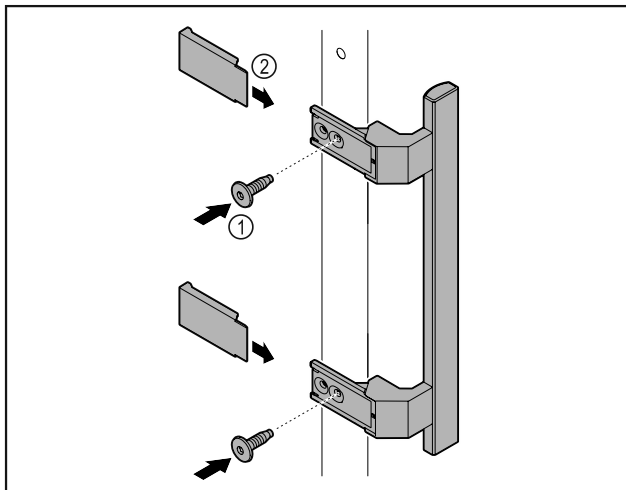

Fig. 5
- ▶ Τοποθετήστε τη λαβή από τη συσκευασία με τις βίδες Fig. 5 (1) στην πόρτα.
- ▶ Τοποθετήστε το κάλυμμα Fig. 5 (2).